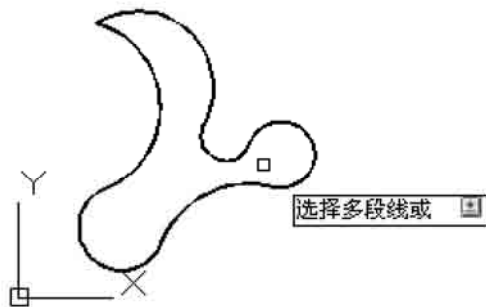
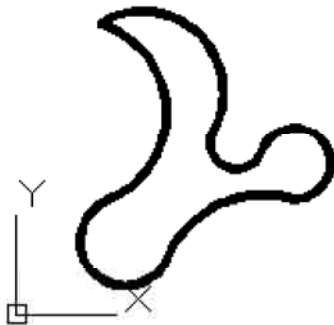

图 5-36
图 5-37
- **【宽度】**: 为整个多段线指定新的统一宽度。使用【宽度】选项可修改线段的起点宽度和端点宽度, 如图 5-36 和图 5-37 所示。